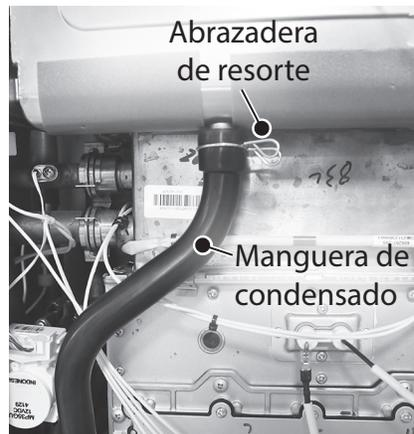

Figura 149 - Retiro de la manguera negra de condensado
- 41 Desconecte la manguera negra de condensado desde la parte superior de la trampa de condensado y el HEX secundario. Comprima la abrazadera de resorte y tire de ella hacia abajo junto con la manguera negra. Déjela a un lado en un lugar seguro para volver a instalarlo. Consulte la Figura 149.
78 Ubique la manguera negra de condensado que se retiró anteriormente en el **Paso 41**. Conecte la manguera al HEX secundario. Asegúrese de que la manguera esté completamente asentada a lo largo de la abrazadera de resorte. Vuelva a conectar el otro extremo de la manguera en la parte superior de la trampa de condensado. Revise las conexiones para asegurarse de que estén completamente ajustadas para evitar fugas. Consulte la Figura 149.